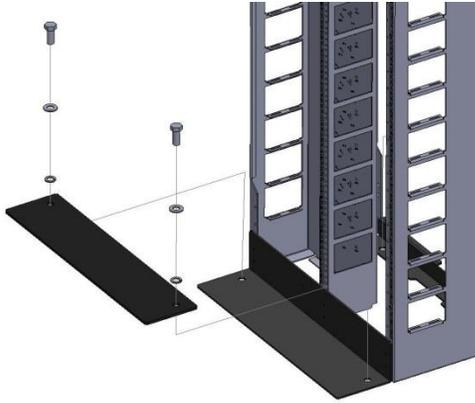

Figure 32
3. Mettre les plaques antisismiques au-dessus des trous de la manière illustrée aux figures 32 et 33.